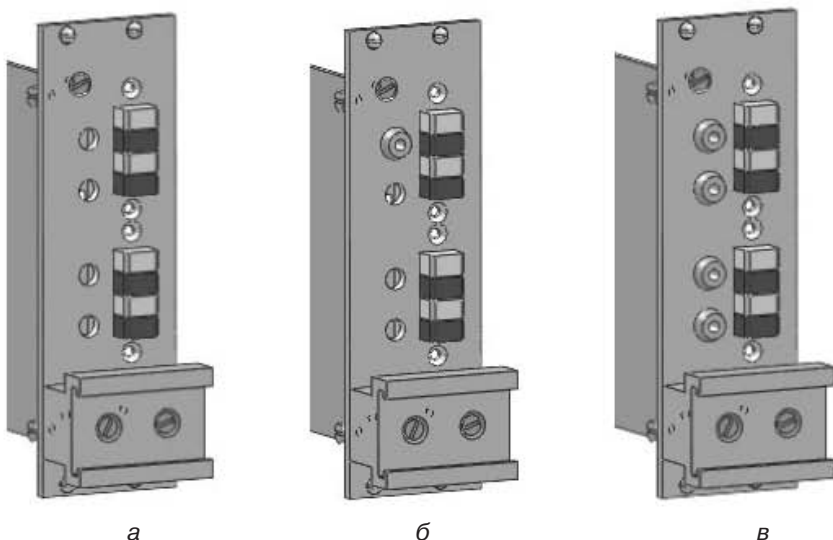

Рис. 6.80. Результаты добавления в сборку новых компонентов
22. Добавьте в сборку второй переключатель. Выберите команду Сборка ▶ Условия сопряжения . Установите соосность крепежных отверстий переключателя и ПП, выберите тыльную вертикальную грань ПП и ближайшую к ней грань переключателя и задайте сопряжение На расстоянии **13 мм** (рис. 6.80, а).
23. Добавьте в сборку компонент гнездо контрольное. Выберите команду Сборка ▶ Условия сопряжения . Укажите цилиндрические поверхности сопрягаемых отверстий ПП и гнезда, назначьте сопряжение Соосность. Укажите лицевую грань ПП и — после разворота — сопрягаемую вертикальную грань гнезда, назначьте сопряжение Совпадение. После отработки заданных сопряжений получим результат, показанный на рис. 6.80, б.
24. Поочередно добавьте в сборку еще три гнезда. Выберите команду Сборка ▶ Условия сопряжения . Укажите цилиндрические поверхности сопрягаемых отверстий ПП и гнезда, назначьте сопряжение Соосность. Поочередно укажите лицевую грань ПП и — после разворота — сопрягаемую вертикальную грань гнезда, назначьте сопряжение Совпадение. После отработки заданных сопряжений получим результат, показанный на рис. 6.80, в.